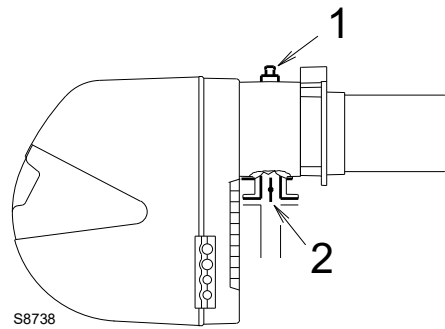

Fig. 24
Pression gaz mesurée à la prise 1)(Fig. 24), avec:
Perte de charge du papillon à gaz 2)(Fig. 24 à la page 27) avec ouverture maximale: 90°.
- soustraire de la pression du gaz à la prise 1)(Fig. 24 à la page 27) la pression chambre de combustion.
Par contre, pour connaître la pression du gaz nécessaire à la prise 1)(Fig. 24), après avoir fixé la puissance maximale de fonctionnement du brûleur:
- Lire la pression à la prise 1)(Fig. 24) sur la droite, colonne 1.
pression nécessaire à la prise 1)(Fig. 24).